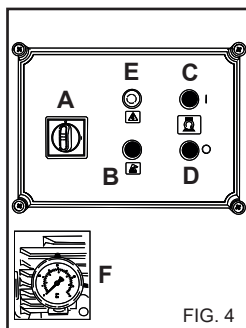

FIG. 4
- 4) Appuyer sur le bouton C) de mise en marche (fig. 4).